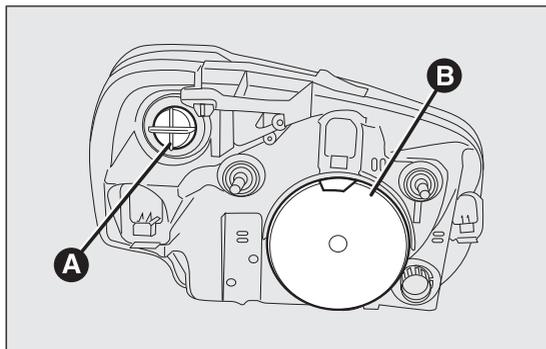
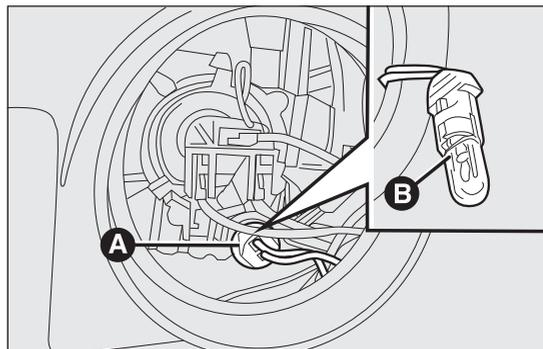

fig. 134
fig. 135
I gruppi ottici anteriori fig. 134 contengono le lampade delle luci di posizione, anabbaglianti, abbaglianti e direzione.
- rimuovere il coperchio di protezione A fig. 134;
- ruotare in senso antiorario il portalamпада A fig. 135 e sfilarlo;
- rimontare la nuova lampada, inserire nuovamente il portalamпада A fig. 135 quindi rimontare correttamente il coperchio di protezione A fig. 134.
- riagganciare la molletta fermalampada e rimontare correttamente il coperchio di protezione A fig. 134.
- ruotare in senso antiorario il coperchio di protezione B fig. 134;